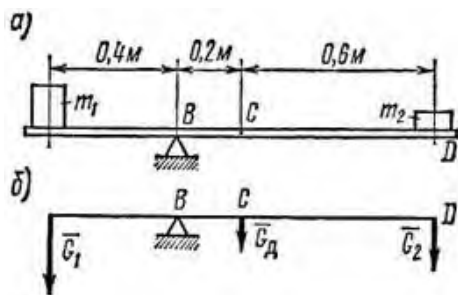

Рисунок 10
1. Какова должна быть масса однородной доски (рис. 10, а), чтобы, опираясь в точке В на гладкую опору, она с положенными на нее грузами $m_1 = 100$ кг и $m_2 = 48$ кг находилась в равновесии? Центр тяжести доски расположен в точке С.